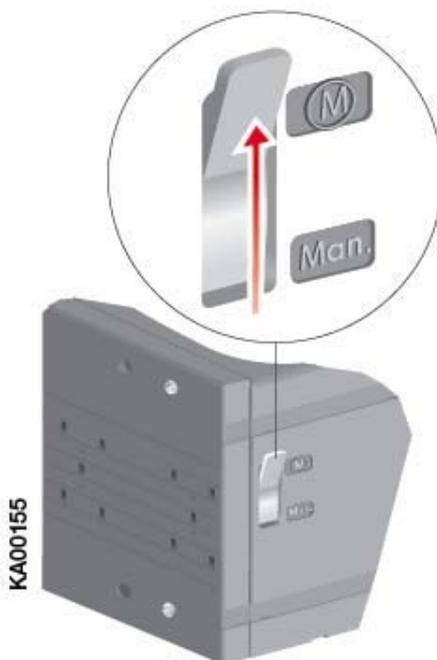

Рисунок 7.2. Переключатель «Motor/Manual» в положении «Motor» (M)
2. Переведите переключатель «Motor/Manual» в положение «Motor» (M), как показано на рис. 7.2.